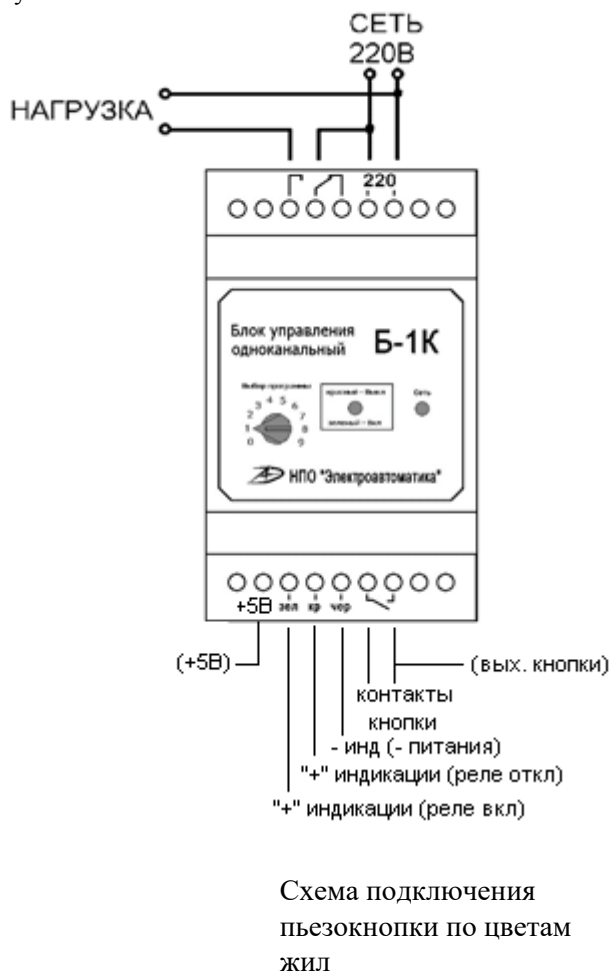

Рис. 2 Подключение устройства
**Блок необходимо размещать в сухом влагозащищенном месте. Требование по степени защиты - IP20.** Электрическое подключение разрешается проводить только квалифицированному персоналу. При монтаже блока необходимо придерживаться приведенной схемы подключения (рис.2) и соблюдать правила техники безопасности. Для кнопки с удержанием используются контакты индикации и контакты указанные в скобках (+5В, «-», выход кнопки).